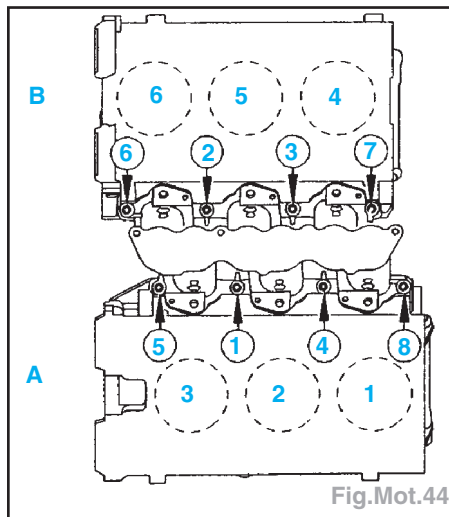

Fig.Mot.44
- Poser le collecteur d'air d'admission avec des joints neufs et serrer les vis de 1 à 8 (Fig.Mot.44).